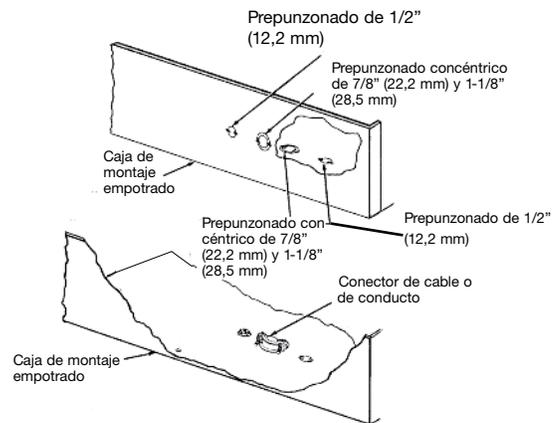

Figura 6
3. Extraiga la caja de montaje empotrado (Figura 6) de la caja que contiene el gabinete de montaje empotrado tipo FIE-REB-N or FIE-REBNW-W.
4. Retire uno de los troqueles que están cerca del tornillo de puesta a tierra e instale un conector de cables o conductos (Figura 6).